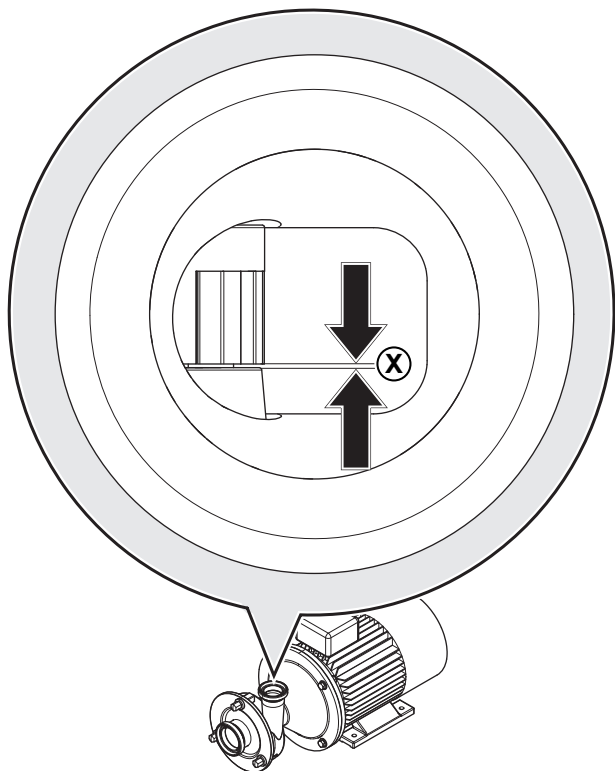

Fig. 28 Misurare la tolleranza girante-coperchio della pompa
2. Misurare la tolleranza all'interno del raccordo tubazione (linea di mandata). Vedere a tale scopo la Fig. 28 „Misurare la tolleranza girante-coperchio della pompa“.